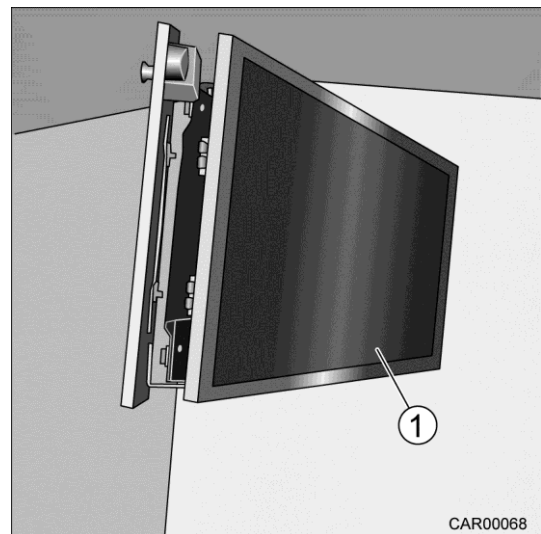

Fig. 135 Système coulissant de l'écran TV dans la chambre
3. Tirer le système coulissant de l'écran TV (Fig. 135/1) en dehors.